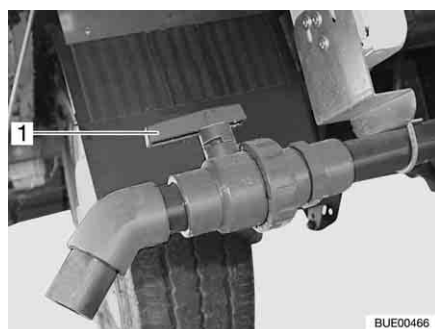

Fig. 240 Robinet de vidange
- Tourner la poignée (Fig. 240,1) du robinet de vidange dans le sens de l'écoulement.